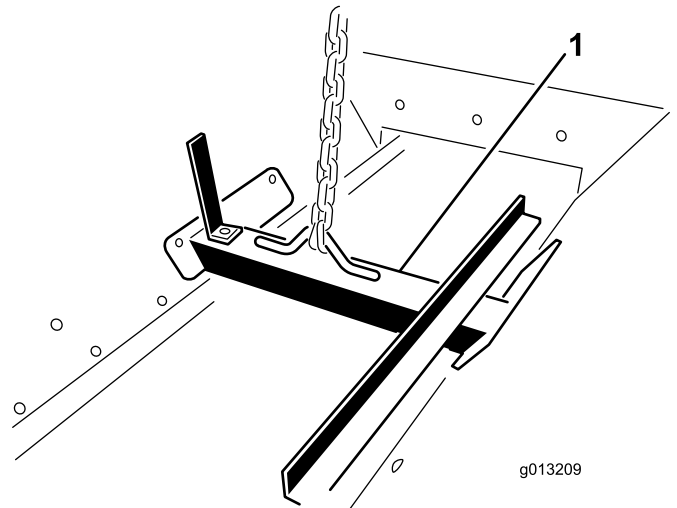

Figura 4
1. Conecte un dispositivo de izado al soporte de izado atornillado dentro de la tolva (Figura 4).